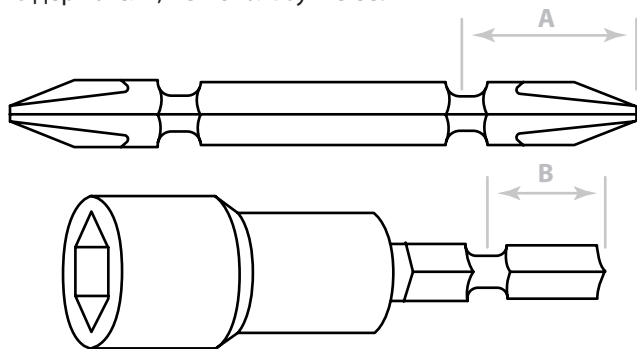

Рисунок 2.2.3. Типы рекомендованных насадок
**ВНИМАНИЕ!** Если не вставить насадку в муфту на необходимую глубину, муфта не вернется в первоначальное положение и насадка не будет закреплена. В таком случае повторите установку насадки. После установки насадки проверьте надежность ее фиксации. Если насадка выходит из держателя, не используйте ее. Если размер хвостовика (рисунок 2.2.3.) не более:  $A=12\text{мм}$ ,  $B=9\text{мм}$ , то применяйте переходник.